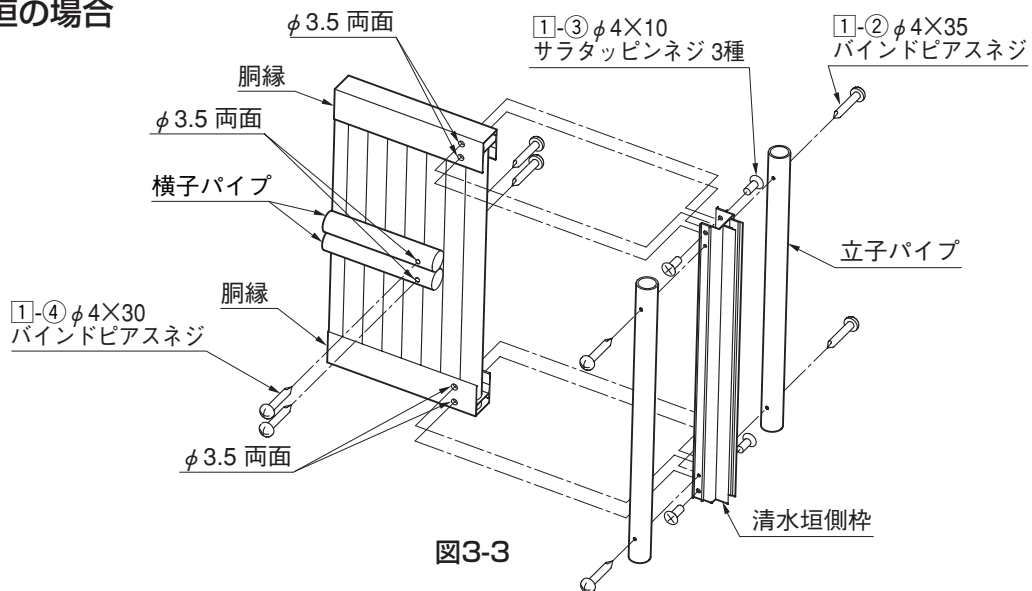

図3-3
- ❶ 清水垣側枠の孔に合わせて上下胴縁の両面にφ3.5の下孔加工をしてください。(図3-3参照)
- ❷ 図3-3を参照して組付けてください。
- ❸ 横子パイプにφ3.5の下孔をあけ、1-4で固定してください。